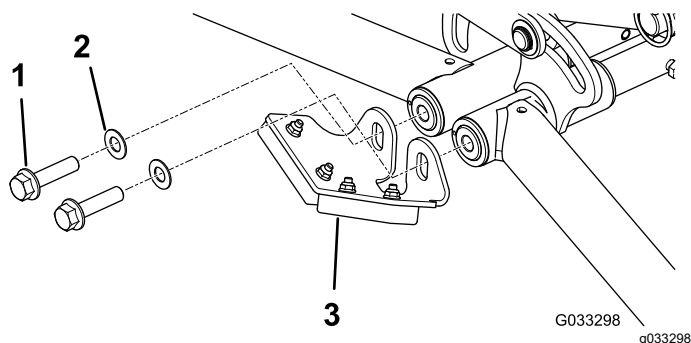

Figura 18
1. Bullone a testa flangiata, preesistente (2)
2. Paraurti arrotondato, preesistente (2) – da eliminare
4. Montate (senza fissarlo) il gruppo paraurti anteriore e le rondelle, come mostrato nella Figura 18.